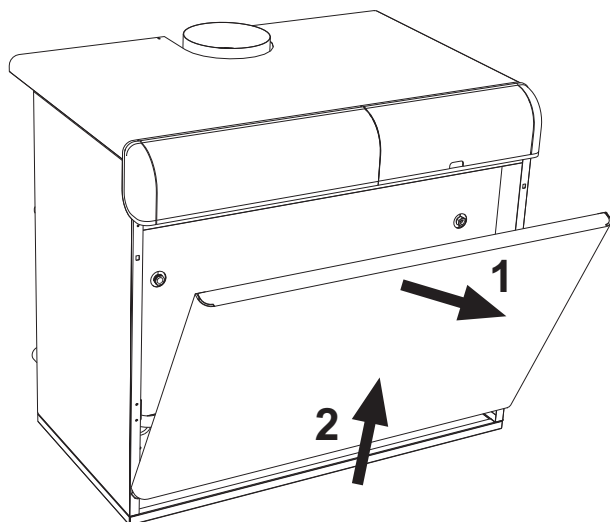

рис. 9 - Открытие лицевой панели
Для открытия передней панели котла следуйте указаниям, приведенным врис. 9.
- Снимите лицевую панель котла (рис. 9)